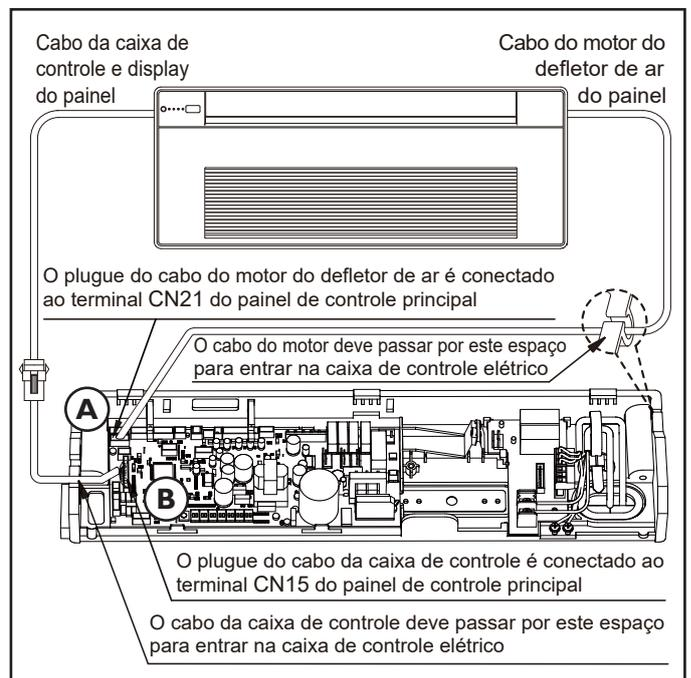

FIG. 24
- CN21 - para o motor do defletor de ar (“A” - Fig. 24).
- CN15 - para o display de controle (“B” - Fig. 24).